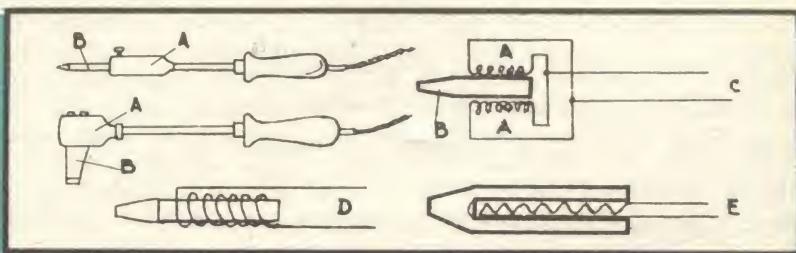

Fig. 5
della comodità di riscaldamento che essi offrono. Ma troppo spesso il dilettante ne sopravvaluta l'eccezionalità e la potenza. A seconda della loro potenza e della loro destinazione, questi ferri presentano una grande diversità di penna (fig. 5) ora nel prolungamento dell'asse, ora ad angolo retto. Il riscaldamento è qui ottenuto per mezzo di una resistenza la cui posizione varia da un modello all'altro. In alcuni casi la resistenza riscaldante è avvolta attorno al calcio della penna (D), in altri la resistenza comprende due avvolgimenti in derivazione (A), oppure essa viene avvolta all'interno di una penna cava. Noi riteniamo che per un lavoro medio sia necessaria una potenza dai 150 ai 200 W.